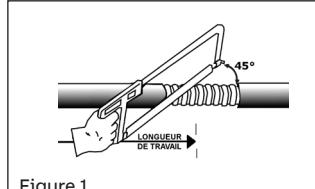

Figure 1
- Déterminer la longueur de travail (la longueur de conducteur requise à l'intérieur du boîtier ou de l'appareil). Enlever une partie de la gaine extérieure pour exposer l'armure, couper l'armure à l'aide d'une scie à métaux et couper la gaine extérieure pour ajuster la longueur d'armure exposée comme indiqué dans le tableau (Figure 1). ATTENTION de ne pas endommager ou couper la gaine des fils conducteurs.